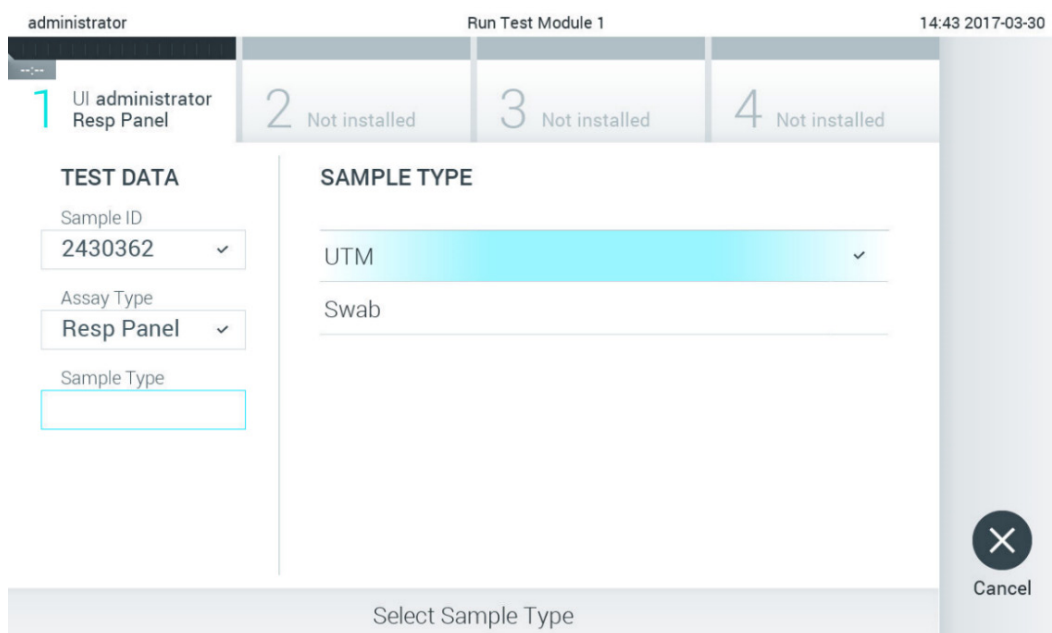

図 25. サンプルの種類を選択。
4. 必要があれば、リストから適切なサンプルの種類を選択します（図 25）。